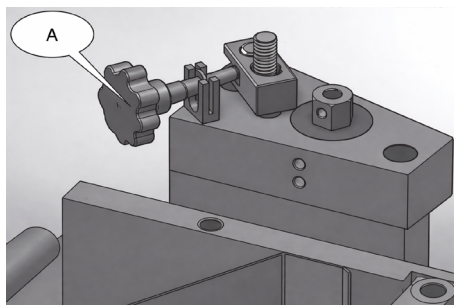

Figura 7
- O rendimento da cola pode ser ajustado pelo manipulador A. (Figura 7). Ele foi testado e colocado em uma posição adequada antes da entrega.